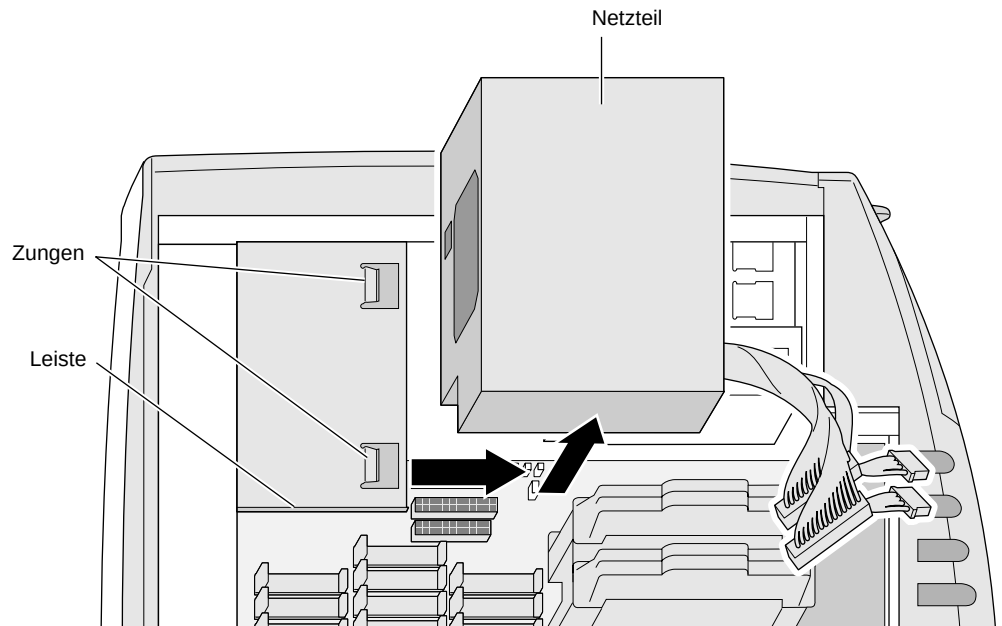

Abbildung 7-5 Ausbauen des Netzteils
3. Schieben Sie das Netzteil weiter, bis es von der Leiste herunter ist und sich von den Zungen löst. Nehmen Sie es vom Gehäuse ab. Siehe Abbildung 7-5.